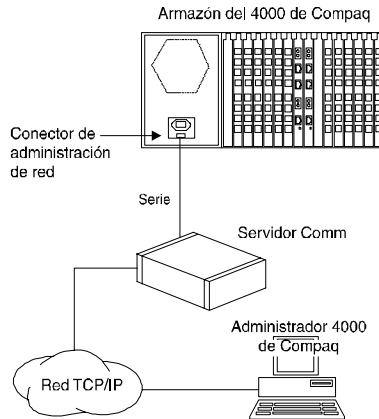

Figura 2-15. Conexión a un servidor Comm remoto
1. Enchufar un conector DB9 de un cable serie de conexión directa al conector de administración de red situado en la parte posterior de la fuente de alimentación del chasis. Consulte la Figura 2-15.
2. Conecte el otro extremo del conector del cable serie (un DB25 o un RJ45, dependiendo de la configuración del servidor Comm) a un puerto serie de su servidor Comm. Consulte la Figura 2-15.